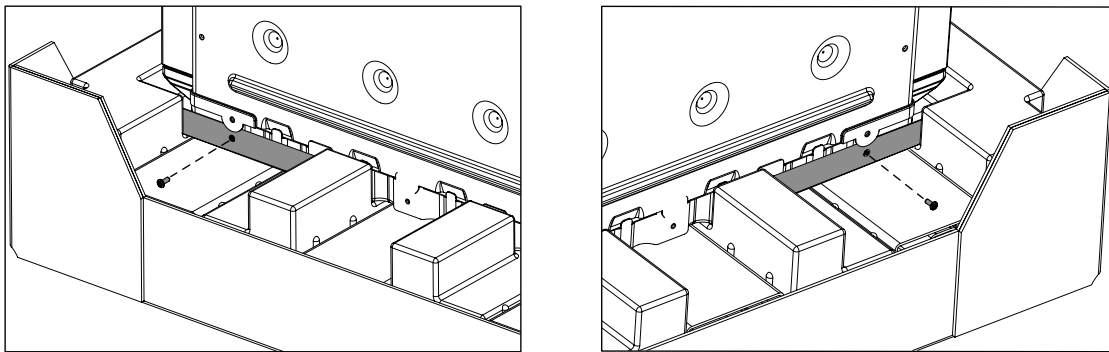

Figure 1 : Comment enlever les supports de gauche et de droite de l'emballage
- Dévissez les supports de gauche et de droite de l'appareil, tel qu'indiqué sur la Figure 1 : Comment enlever les supports de gauche et de droite de l'emballage.
La connexion de circuit terminal à 4 fils est recommandée, mais là où les codes le permettent, la connexion à 3 fils est acceptable. Voir Figure 1: Installation des trois fils.